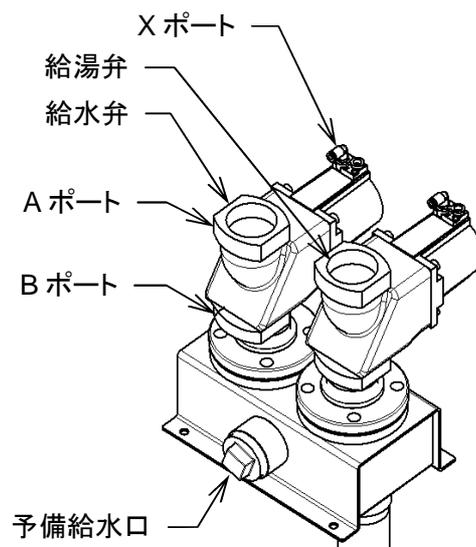

図 8-31
- ・ ⑬ボルトを外し、排水弁上部組立品(①～⑫で構成)を⑭排水弁本体より取り外します。
- ・ ⑪ボルトを外し、⑤排水弁座金と④排水弁ゴム押えを⑥排水金具より取り外します。
- ・ ⑦排水弁ゴムを⑥排水金具より取り外し、新しい物と取り換えます。
- ・ ⑮Oリングに損傷はないか確認します。損傷している場合、新しい物と取り換えます。
8. 3.19 給水・給湯弁(図 8-31)